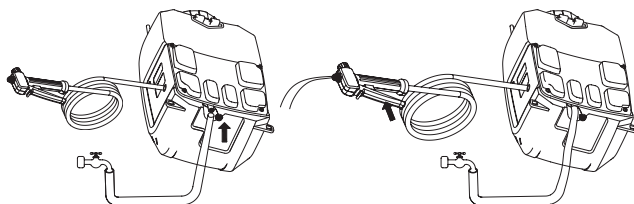

Рис. 16
5. Медленно откройте водопроводный кран и одновременно нажмите на рычаг, чтобы смыть водой весь мусор, приставший к насосу. См. Рис. 16.